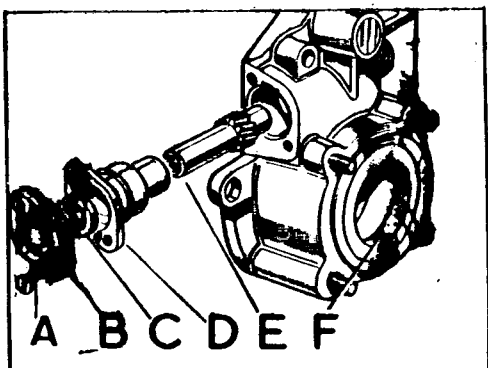

Fig. C-25 Caja y mando del velocímetro
- 1.1. Extraer el piñón del velocímetro (Fig. C-25) y retirar el retén de aceite, C, el anillo de caucho del manguito, D, y extraer el retén de aceite, F, de la caja del velocímetro.